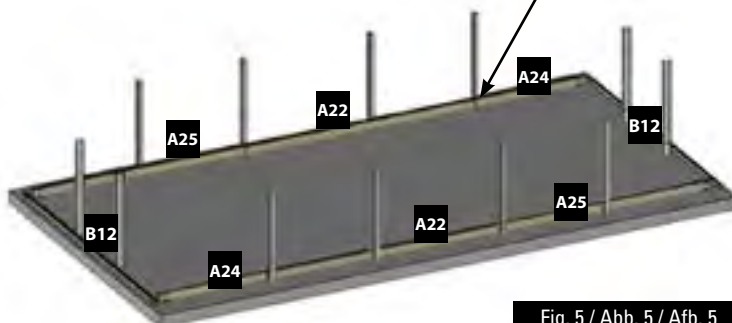

Fig. 5 / Abb. 5 / Afb. 5
**INSTALLATION OF THE FIRST LAYER OF BOARDS:** • Build the first layer placing boards (A22), (A24), (A25) and (B12) as shown by figure 5. • Adjust the shape of the pool using the inside dimensions indicated in the installation diagram (see page 42-43). • The drawing shows the inside dimensions of the pool for the different opposing diagonals. After having installed the first layer, you should check the inside dimensions of the pool.
**POSITIONNEMENT DE LA 1ÈRE RANGÉE DE MADRIERS :** • Constituez la première rangée, en disposant les madriers (A22), (A24), (A25) et (B12) comme indiqué sur la figure 5. • Ajustez la forme de la piscine en vous aidant des dimensions intérieures indiquées sur le plan d'implantation (Voir page 42-43). • Le plan donne les dimensions intérieures du bassin pour les différentes diagonales opposées.
**POSITIONIERUNG DER ERSTEN REIHE VON BRETTERN:** • Errichten Sie die erste Reihe, indem Bretter (A22), (A24), (A25) und (B12) platzieren, wie Abb. 5 zeigt. • Passen Sie die Form des Pools an, indem Sie die angezeigten Innenmaße verwenden, die in der Einbauzeichnung (Siehe Seite 42-43) aufgeführt sind. • Die Zeichnung zeigt die Innenmaße des Pools für die verschiedenen gegenüberliegenden Diagonalen.
**PLAATSING VAN DE EERSTE RIJ PLANKEN:** • Construeer de eerste rij door het plaatsen van planken (A22), (A24), (A25) en (B12) zoals te zien is op afbeelding 5. • Plan de vorm van het zwembad aan waarbij u gebruik maakt van de interne afmetingen die zijn aangegeven op het montageplan (Zie pagina 42-43). • Het plan geeft interne afmetingen van het zwembad aan voor de verschillende tegenover elkaar liggende diagonale lijnen.